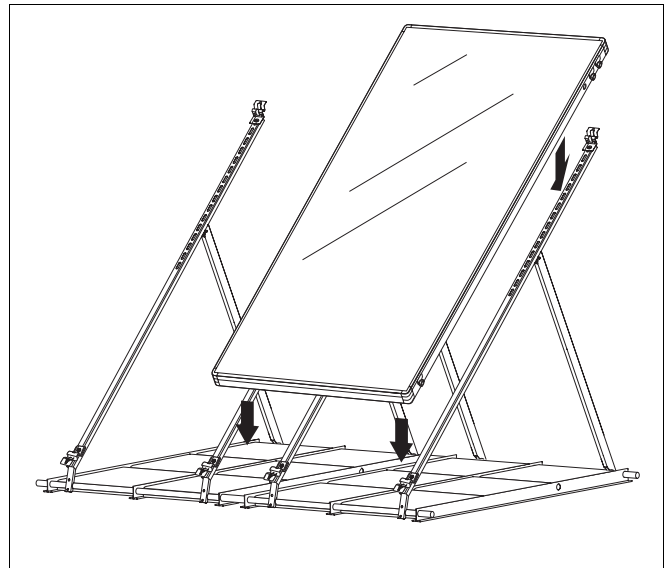

Abb. 42 Ersten Kollektor einlegen
- Legen Sie den ersten Kollektor (Abb. 42) mittig in die Mulden der vormontierten Kollektorhalterungen.